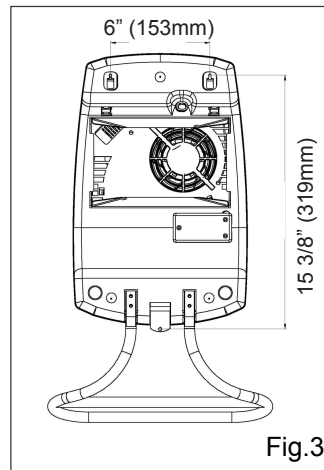

Fig.3
3. Insérez les chevilles. (Fig.3 & 4)